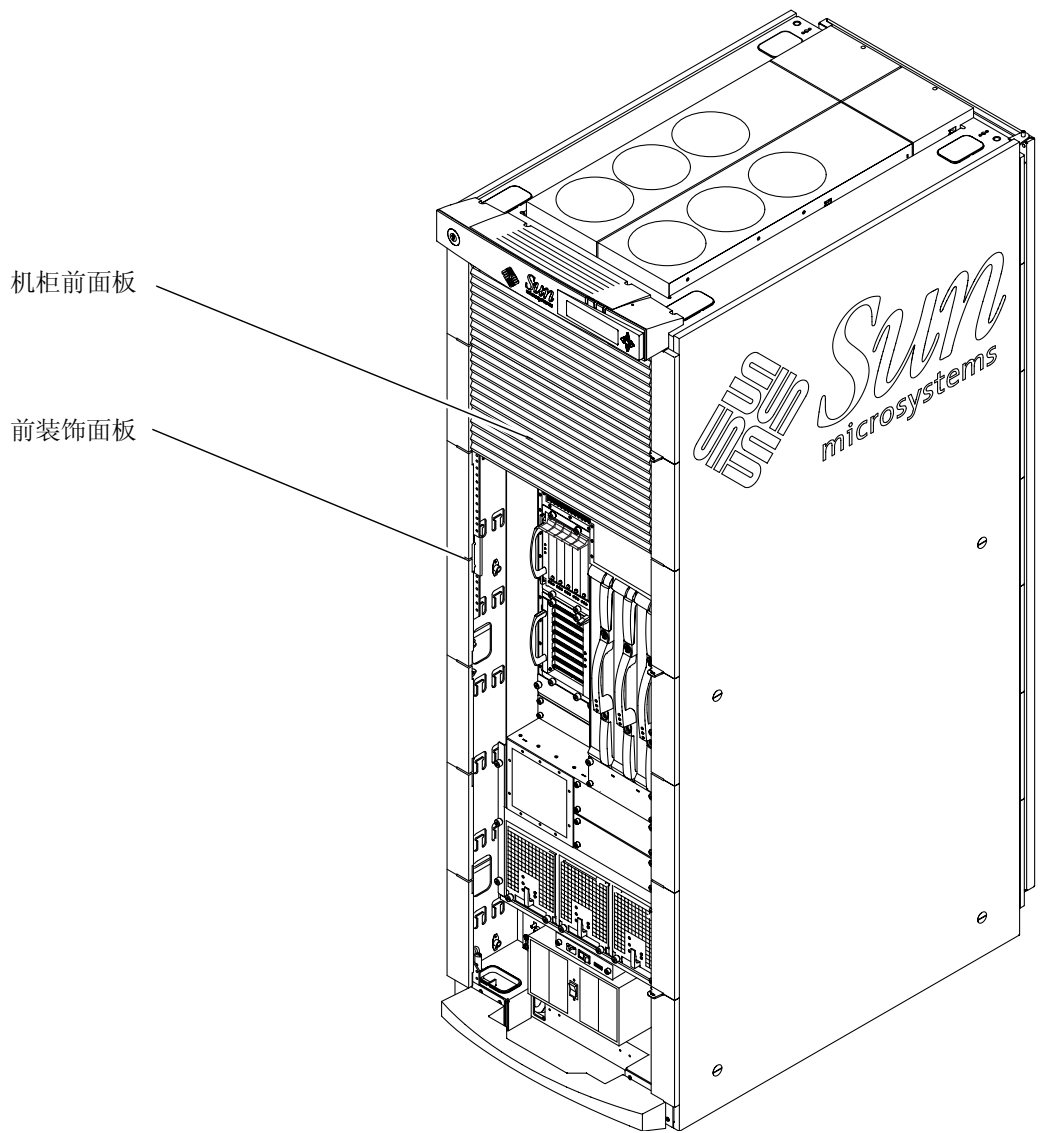

图 1-6 机柜前面板位置
2. 通过紧固每一面板前端左右两侧的螺丝，固定其余的面板（图 1-6）。